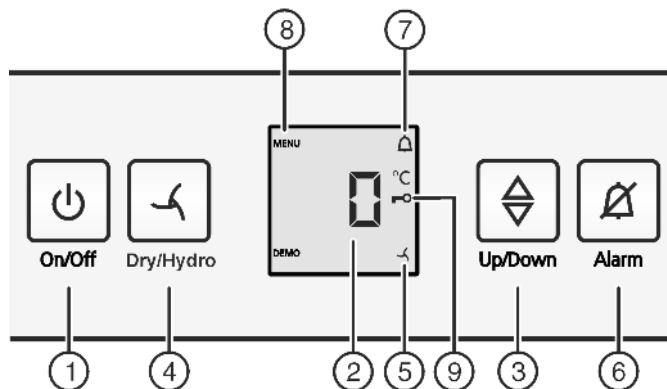

Fig. 2
- ▶ Натисніть клавішу On/Off Fig. 2 (1).
- ▶ Вмикання режиму налаштування: натисніть клавішу «Dry/Hydro» Fig. 2 (4) і утримуйте близько 6 секунд.
- ▷ Світиться символ "Меню" Fig. 2 (8).
- ▶ Для підтвердження натисніть і швидко відпустіть клавішу Dry/Hydro Fig. 2 (4).
- ▶ Для вмикання функції захисту натисніть і швидко відпустіть клавішу Dry/Hydro Fig. 2 (4).
- ▷ Світиться символ "Функція захисту" Fig. 2 (9). На індикаторі блимає **с**.
- ▶ Для вимкнення функції захисту натисніть і швидко відпустіть клавішу Dry/Hydro Fig. 2 (4).
- ▷ Гасне символ функції захисту Fig. 2 (9). На індикаторі блимає **с**.
- ▶ Вихід з режиму налаштування: Натисніть клавішу On/Off Fig. 2 (1).
- ▶ натисніть сигнальну клавішу Alarm Fig. 2 (6).